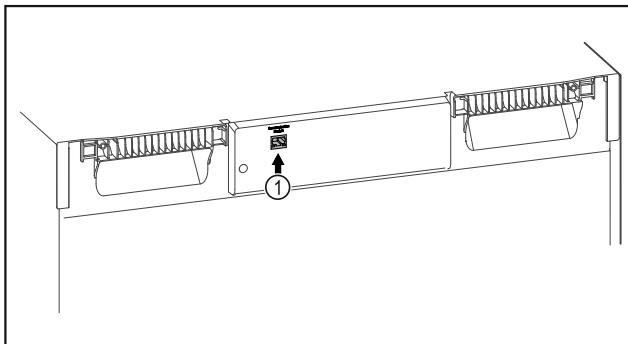

Fig. 108
- A SmartModule Fig. 108 (1) be van helyezve.